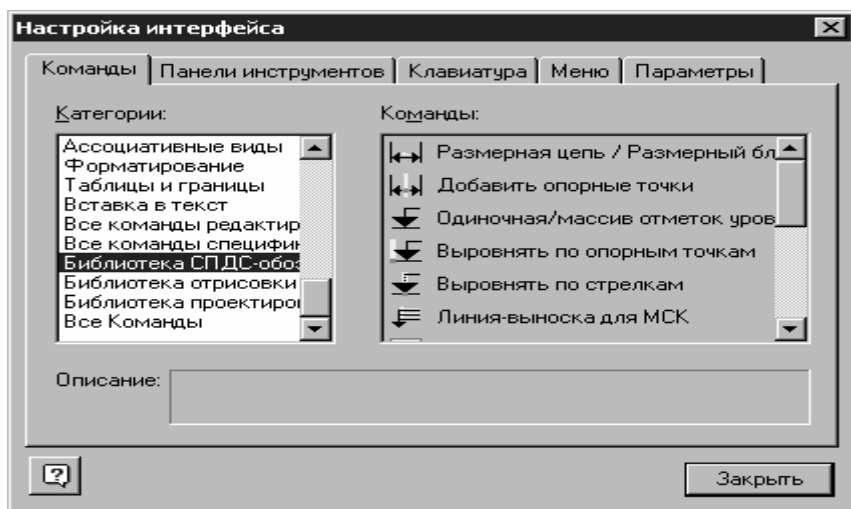

Рис. 4.2. Вкладка **Команды**
4. Перейдите на вкладку **Команды** (рис. 4.2).